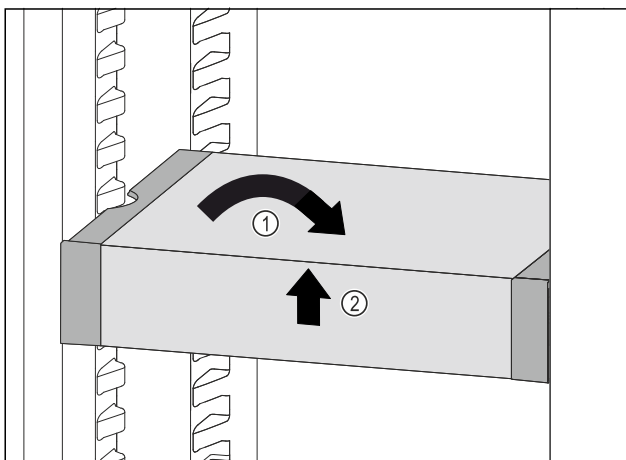

Fig. 103
- ▶ Вирівняти VarioSafe. Fig. 103 (1)
- ▶ Підняти VarioSafe спереду. Fig. 103 (2)